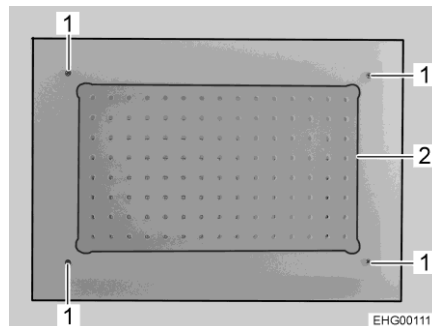

Fig. 312 Lámpara de techo
- Desenroscar los 4 tornillos (Fig. 312,1).
- Quitar la placa de cristal (Fig. 312,2) con los LED montados de modo fijo.
- Posicionar la nueva placa de cristal incluyendo los LED y enroscar los 4 tornillos (Fig. 312,1).